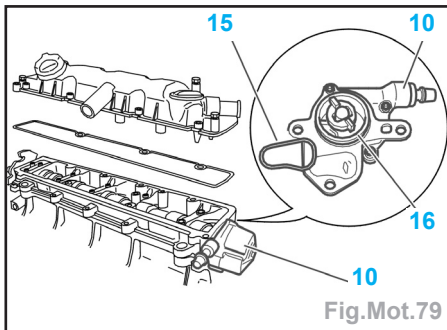
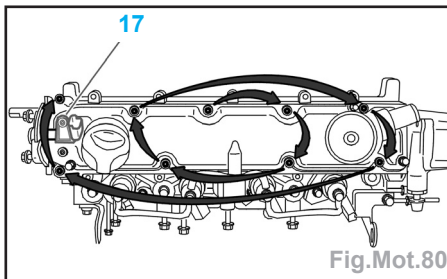

Fig.Mot.79
Fig.Mot.80
- Reposer (Fig.Mot.79) :
- un joint neuf (15),
- un joint neuf (16),
- la pompe à vide (10).
- Serrer progressivement et en spirale les vis du couvre-culasse en commençant par l'intérieur; serrer à **1,0 daN.m** (Fig.Mot.80).
- Régler l'entrefer du capteur (17).